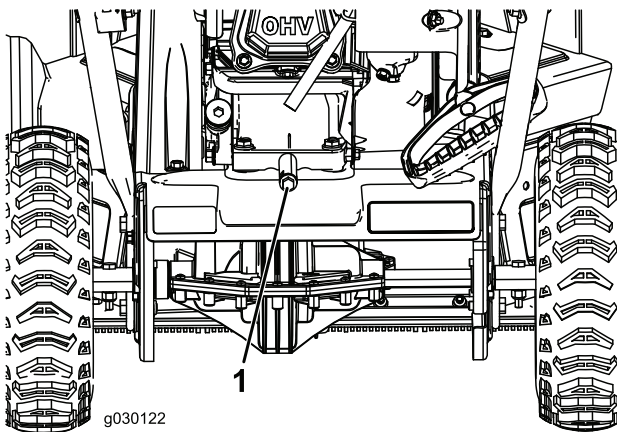

Figura 20
2. Posizionate una bacinella di spurgo dell'olio sotto il tappo di spurgo dell'olio, rimuovete il tappo di spurgo e inclinate la macchina all'indietro per spurgare l'olio usato nella relativa bacinella (Figura 20).